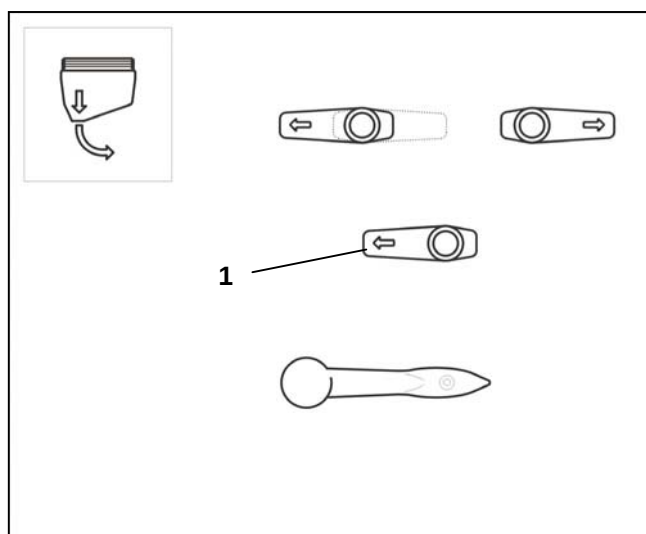

Fig. 7.8
- Omskifterhanerne indstilles tilsvarende fig. 7.8.